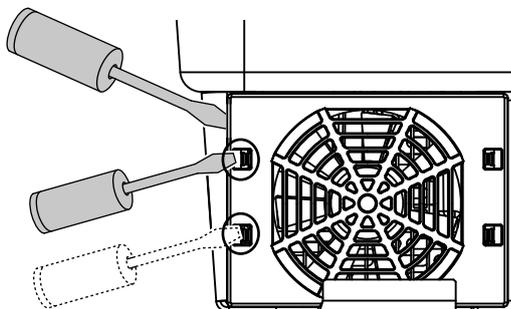

Fig. 53 : déclipsage des pattes de fixation
3. À l'aide d'un deuxième tournevis, appuyer sur les pattes de fixation au centre du ventilateur. Retirer doucement le ventilateur.  Fig. 53